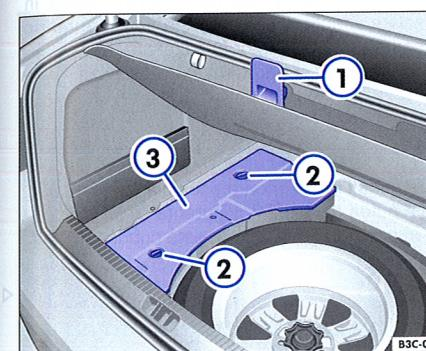

Fig. 222 În portbagaj, sub podeaua falsă ①: roata de rezervă și capacul ③ pentru trusa de scule.
Într-o bucată de burete, sub mochetă:	<ul style="list-style-type: none">– Suspundați mocheta de marginea de sus a portbagajului ⇒ fig. 222 ①.– Rotiți înclinatorile rapide ② cu 90°, pentru a scoate capacul ③ al trusei de scule.